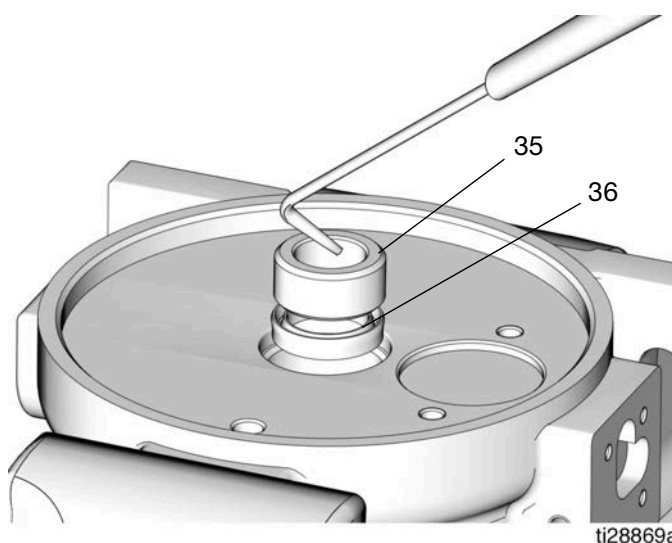

FIG. 25
- Deseche la junta del pistón (4), la junta tórica (34a) y la tuerca (37) según la normativa para una eliminación correcta.
23. Utilice un palillo o similar para sacar el casquillo (35) y la junta de sellado de la copa en U (36) (FIG. 25).